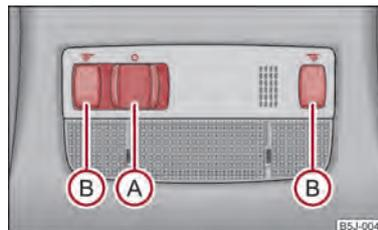

Fig. 26 Luz de cortesía - Variante 1
- Posicione el interruptor **(A)** en el centro de la lámpara; se visualizará el símbolo \rightarrow \Rightarrow fig. 26.
- Pulse uno de los conmutadores **(B)** \Rightarrow fig. 26 para conectar y desconectar la lamparita de lectura izquierda o derecha.